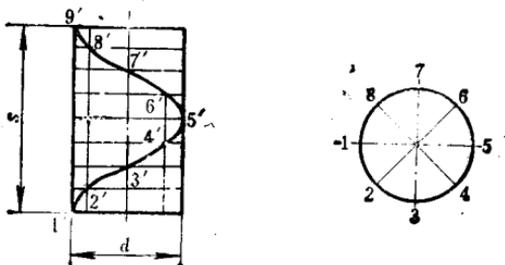

图 16
6. 求作螺旋线的实长, 写出作图步骤 (见图 16)。已知: $s = 30 \text{ mm}$ 、 $d = 20 \text{ mm}$ 。